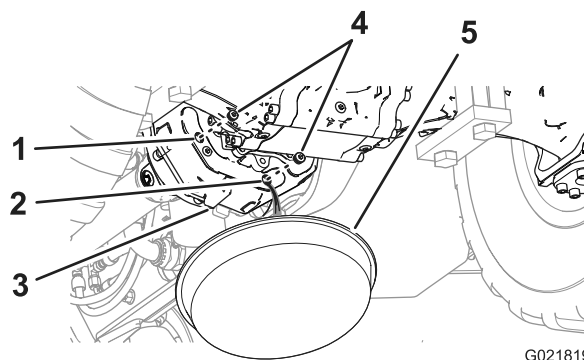

Figure 73
1. Placez un bac de vidange sous la partie arrière de la boîte de transmission (Figure 73).
2. Retirez les bouchons de l'orifice de vidange et de l'orifice du bouchon-indicateur de la boîte de transmission (Figure 73).